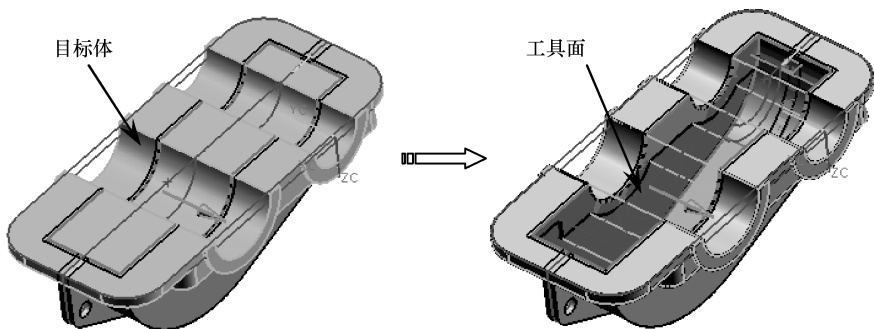

图 4-85 修剪实体
- 13 使用【修剪体】工具，选择如图 4-85 所示的目标体和工具面进行修剪。